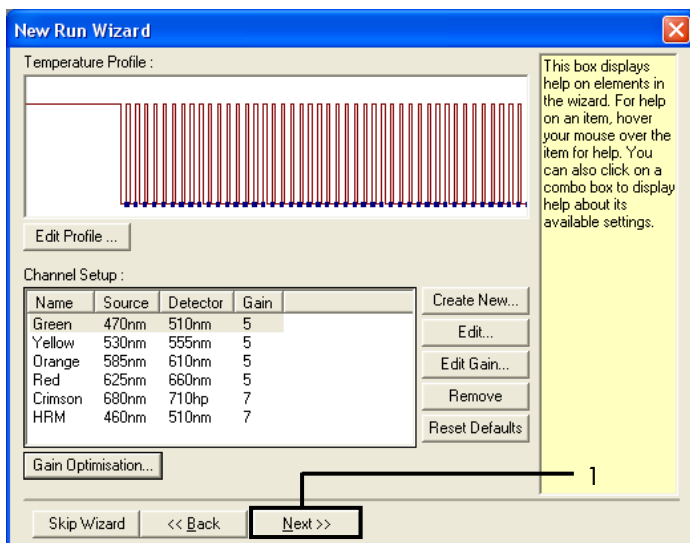

Figura 35. Cuadro de diálogo “New Run Wizard” (Asistente para series nuevas) y pantalla de edición de temperatura (1 = “Next” [Siguiente])
4. Haga clic en Next (Siguiete) (figura 35).